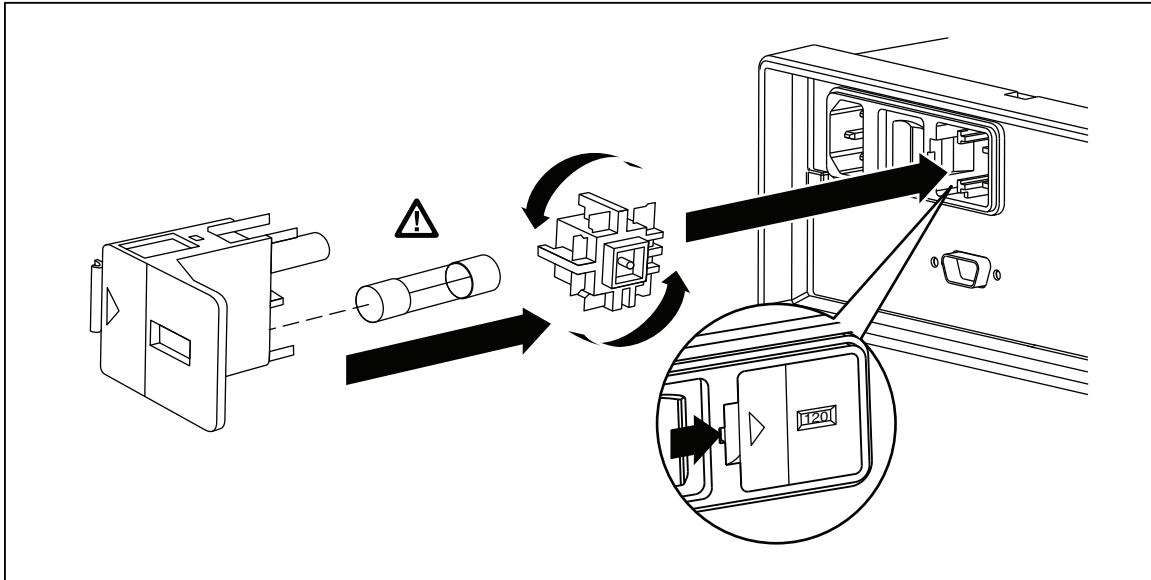

图 1. 更换电源保险丝
2. 从保险丝支架左边的窄缝中插入小螺丝刀，向右撬动，直到弹出支架，如图1所示。
2. 从保险丝支架左边的窄缝中插入小螺丝刀，向右撬动，直到弹出支架，如图 1 所示。